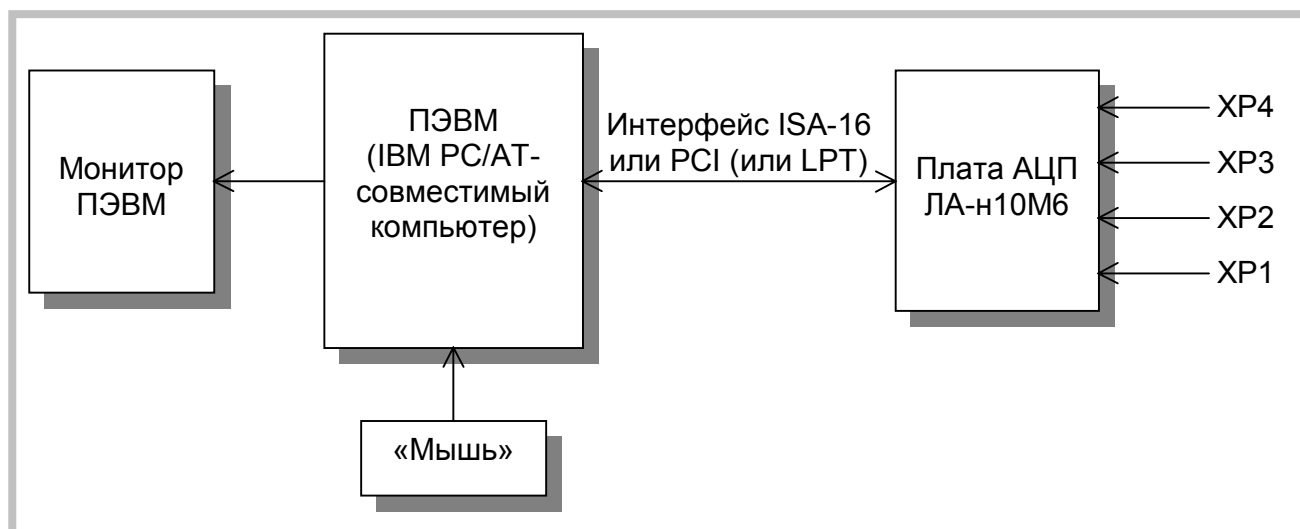

Рис. 5. 1
3.1 Структурная схема взаимодействия составных частей прибора показана на Рис. 5. 1.
Исследуемый аналоговый сигнал подается на входы каналов 0 и/или 1 (разъем XP4 и XP3) платы АЦП ЛА-н10М6 (Рис. 5. 2). Плата АЦП ЛА-н10М6 осуществляет преобразование входного аналогового сигнала в цифровую форму, удобную для его дальнейшей обработки ПЭВМ при помощи программы ОЦЗ-01 (или программы ОЦЗ-01С).